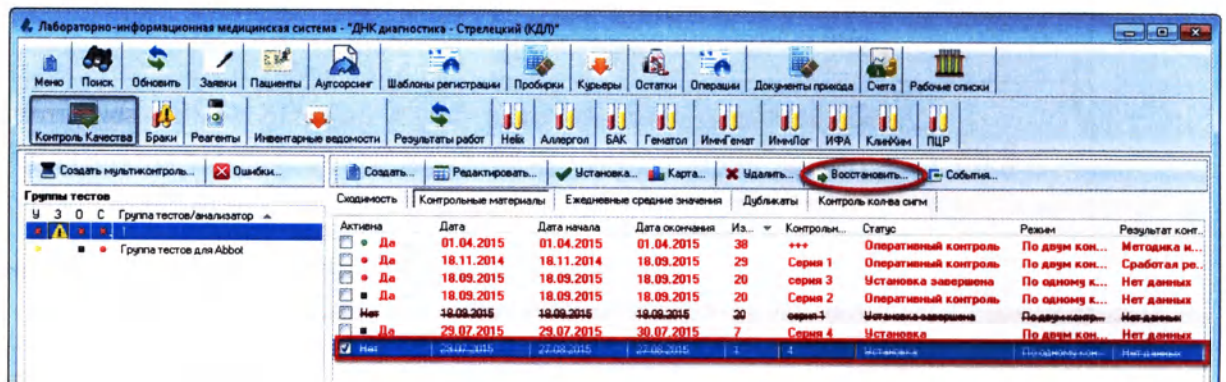

Рисунок 12.53
1. В журнале «Контрольные материалы» отметьте флагом необходимые серии и нажмите кнопку «Восстановить» (Рисунок 12.53):